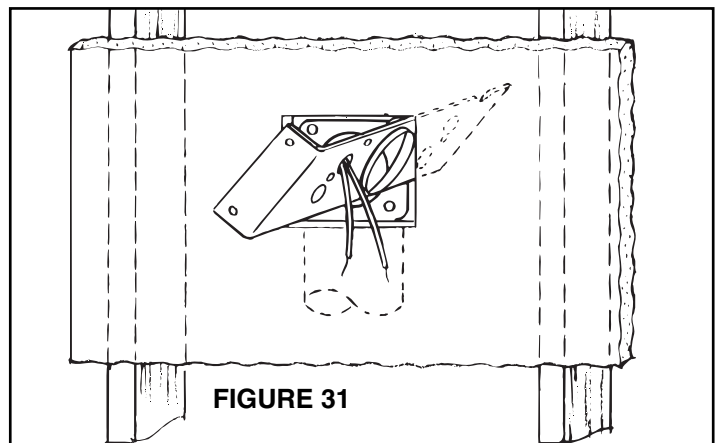

FIGURE 31
8. Retirez le cadre du support de montage. Tirez le câble de basse tension à travers le trou du support et insérez le support dans la découpe. Fixez le support au raccord à bride avec les quatre vis fournies. Assurez-vous que la soudure est sûre entre le raccord à bride et le support de montage (Figure 31).